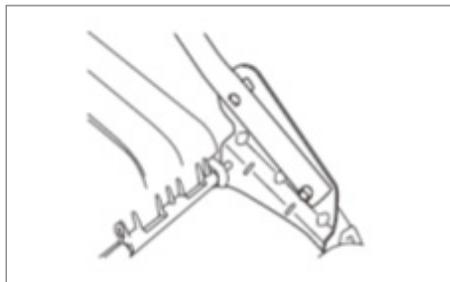
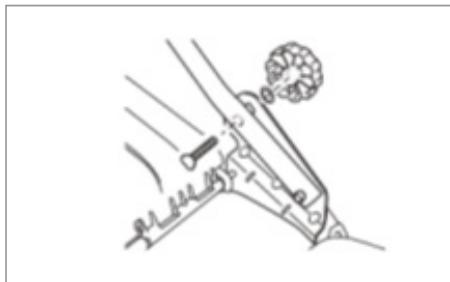

Fig. 1A
Fig. 1B
1. Use el perno, la arandela y la perilla de bloqueo para fijar los manillares inferiores al cuerpo de la unidad. (Fig. 1A/Fig. 1B)